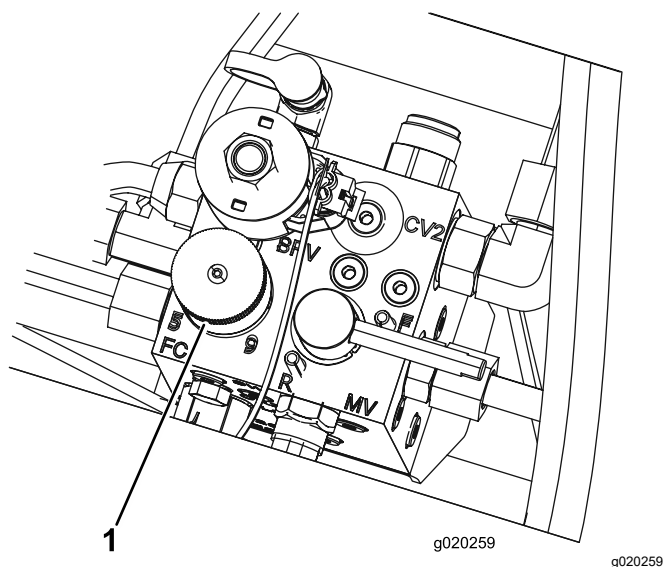

Figure 33
4. Pour régler la vitesse des cylindres, tournez le bouton (Figure 33) jusqu'à ce que la flèche soit en face du numéro correspondant au réglage voulu.